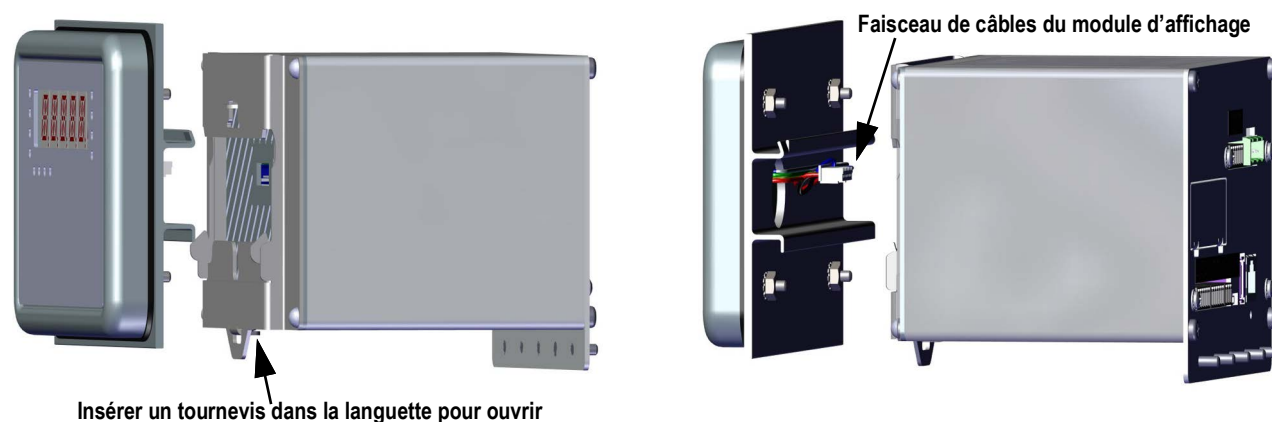

Figure 2-4. Installation du contrôleur
6. Accrocher le contrôleur sur le rail DIN supérieur, comme indiqué sur la Figure 2-4.